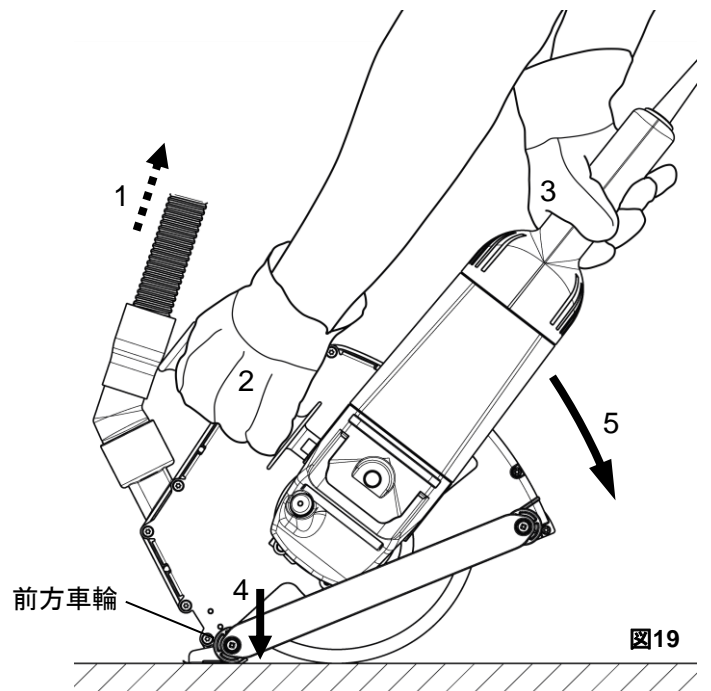

図19
5. 前方車輪を軸に、弧を描くようにゆっくりとグラインダを下げる。(図19)